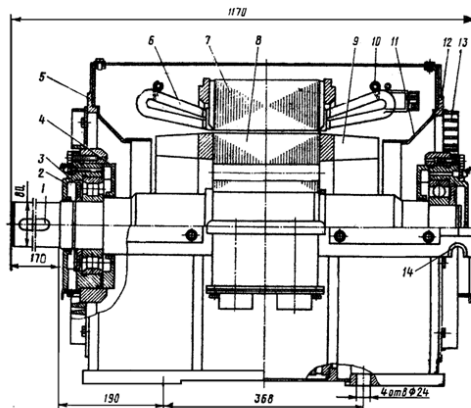

Рис. 2. Общий вид асинхронного двигателя с высотой оси вращения $h = 280$ мм.
16. Назовите элемент 5, изображённый на рис. 2.